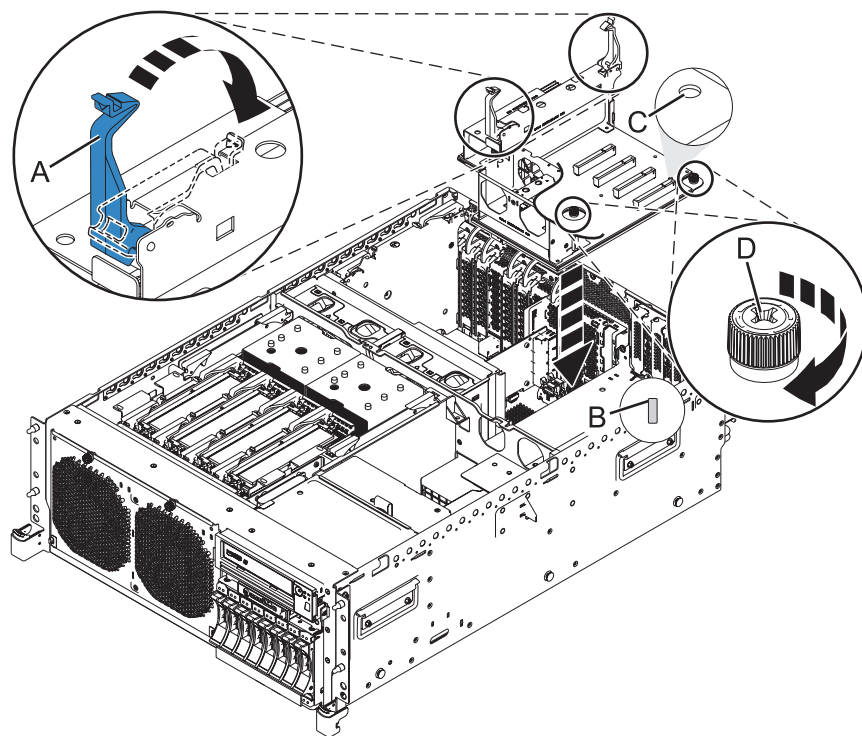

Figura 39. Instalación de una tarjeta de expansión en una unidad del sistema montada en bastidor
13. Alinee con cuidado el orificio (**C**) de la tarjeta de expansión con el saliente (**B**) correspondiente de la placa del sistema, y deslícelo hacia abajo hasta que la tarjeta de expansión quede totalmente plana en la placa del sistema. Consulte Figura 39 en la página 47.
15. Presione los pestillos de la tarjeta de expansión (A) hacia abajo, hasta que se coloquen en la posición de cerrado.
16. Apriete los tornillos de fijación (D) de la tarjeta de expansión en el sentido de las agujas del reloj.